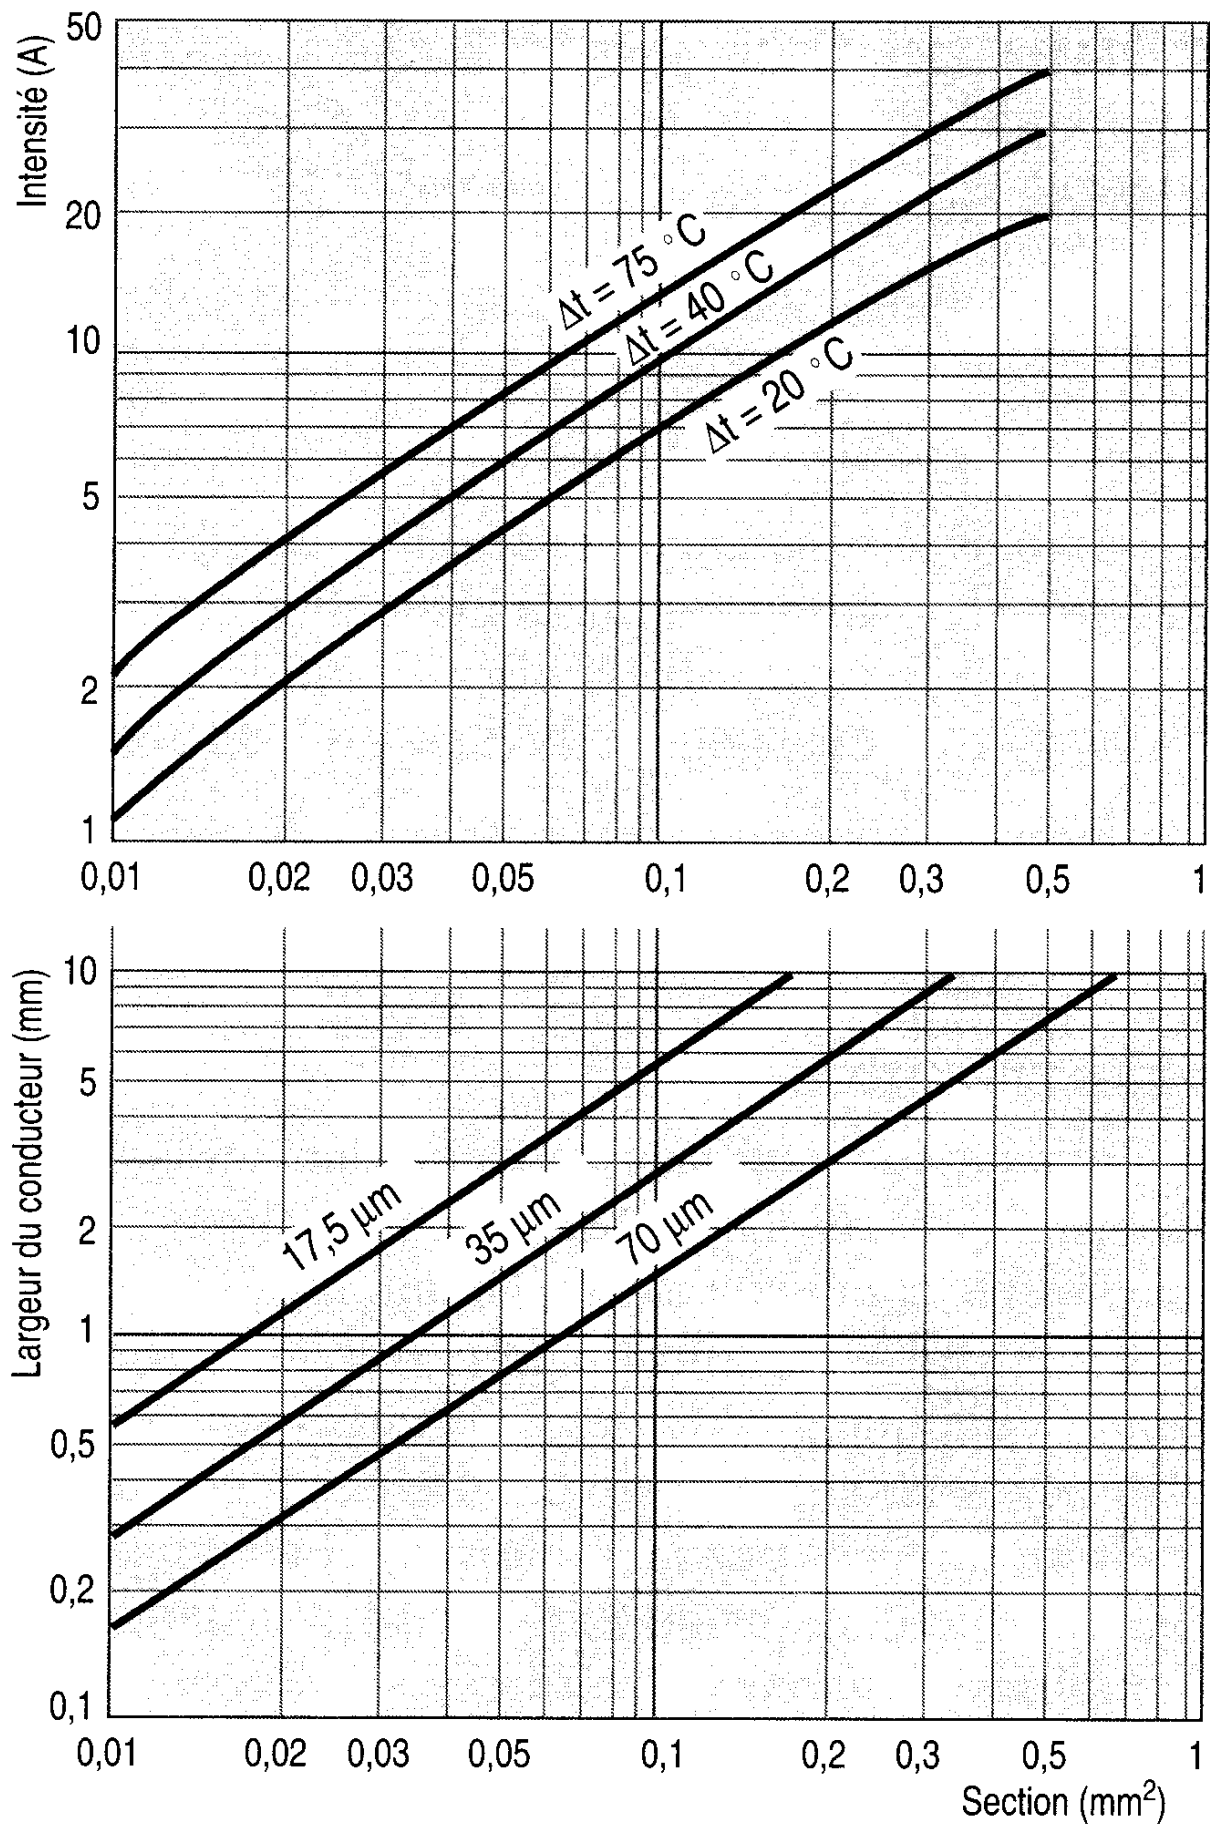

FIGURE 59 – Abaque largeur de piste circuit imprimé
**Largeur de piste en fonction du courant** Le tableau 20 donne l'intensité admissible pour une épaisseur de 35  $\mu\text{m}$  de cuivre (pour une différence de température de 20 °C) [11]. Pour un calcul plus précis de la largeur de piste nécessaire pour une intensité et un échauffement données, utiliser l'abaque de la figure 59 (par sécurité, on majore la valeur trouvée de 20%).